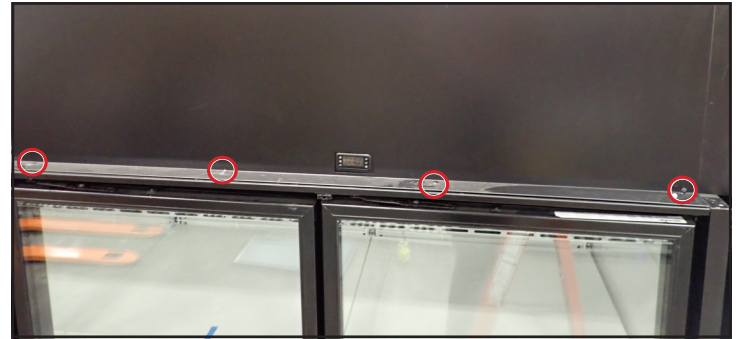

Fig. 1. Emplacements des vis du carénage avant.
2. Retirez le(s) carénage(s) avant. Voir fig. 1.